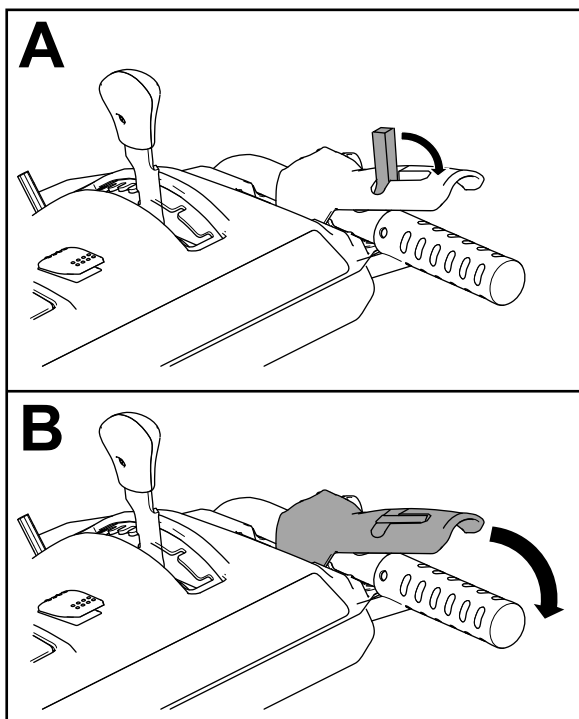

Figura 30
2. Cuplați maneta angrenajului melcat/rotorului în poziția respectivă (Figura 30).